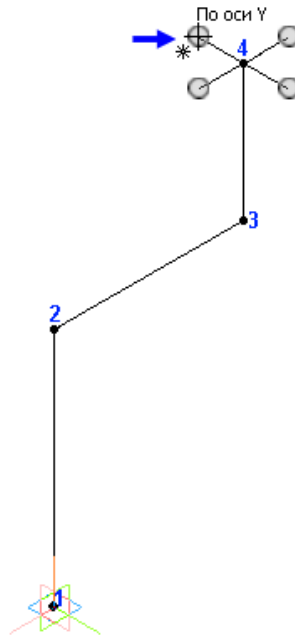

Рисунок 9.
- Укажите направление четвертого сегмента и введите его длину  $-200$  мм (рис. 9).